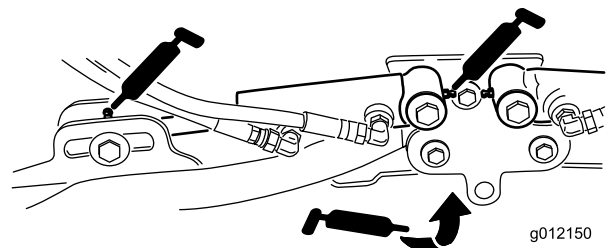

Figura 46
- Cilindros do braço de elevação da unidade de corte (2 cada) (Figura 46)
- Articulações do braço de elevação (1 cada) (Figura 46)